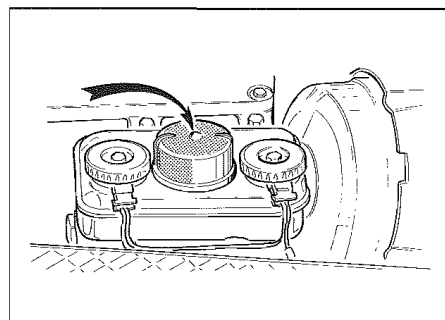

Fig. 17 - Tappo serbatoio impianto frenante
- Tramite il tappo sul serbatoio (**Fig. 17**).
- Checking is made through the fluid tank cap (**Fig. 17**).